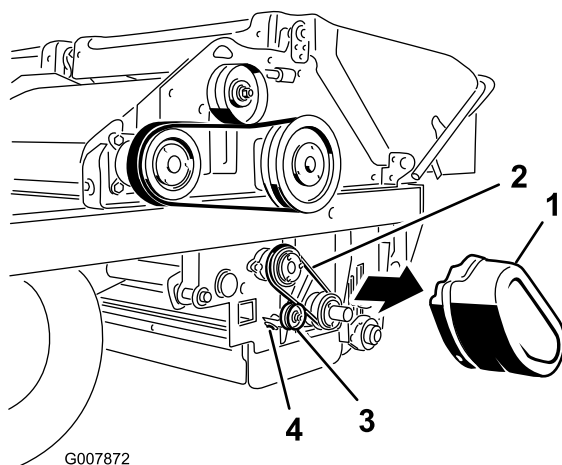

Figura 62
1. Togliete il paracinghia (Figura 62).
2. Allentate il dado sulla puleggia tendicinghia (Figura 62).
3. Spingete la puleggia tendicinghia nella cinghia e serrate il dado della puleggia (Figura 62).